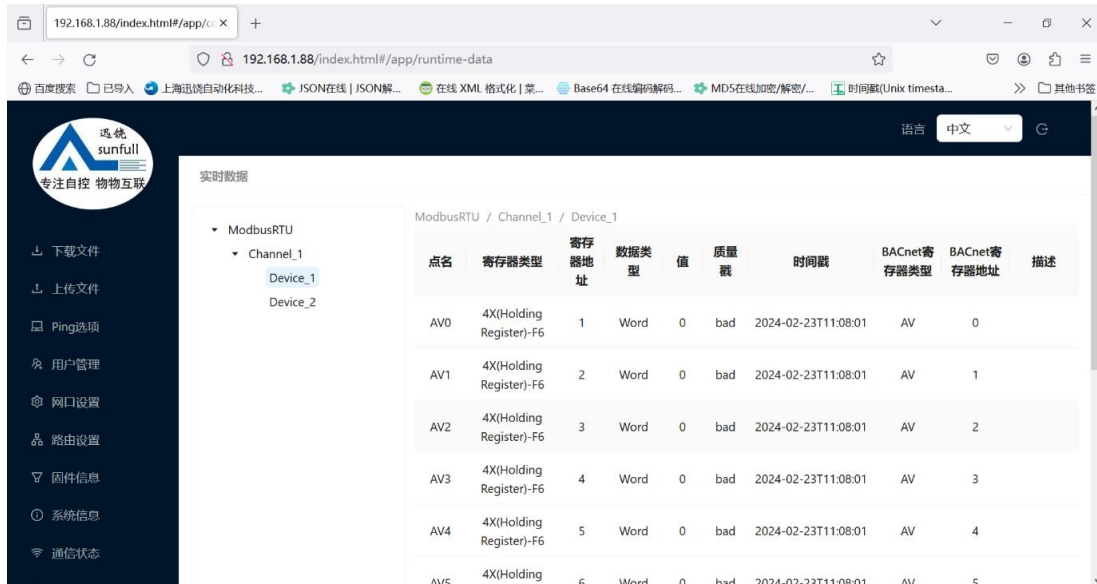

图 4-8-1 查看实时数据
**实时数据:** 在网页上可以查看网关采集到的实时数据信息, 如图 4-8-1 所示。